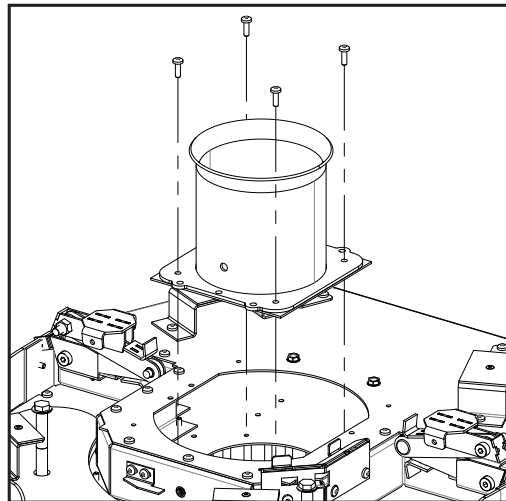

Figure 64: Retrait du robinet d'échappement
8. Retirez le robinet d'échappement du haut de l'unité en retirant les quatre (4) vis T20 (voir la Figure 64). Soyez délicat avec le joint, vous allez le réutiliser.